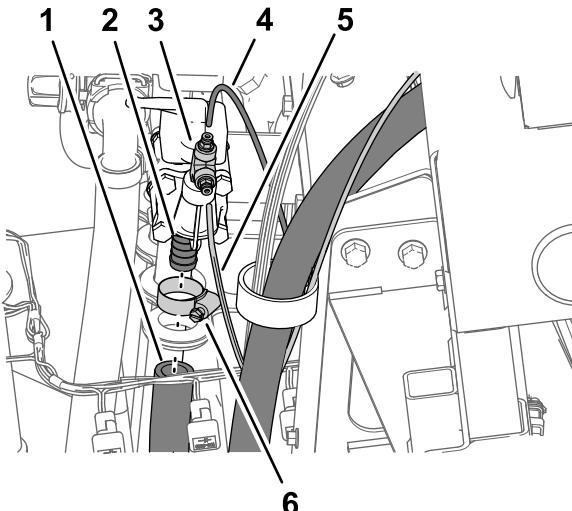

Figura 21
- En el extremo derecho de la válvula de control de presión, retire la abrazadera que sujeta la manguera de entrada al acoplamiento dentado de la válvula de control y retire la manguera del conector (Figura 21).
- Presione el anillo de bloqueo del acoplamiento del tubo y retire el tubo del sensor de presión del manómetro en el salpicadero de la máquina (Figura 21).
- Presione el anillo de bloqueo del acoplamiento del tubo y retire el tubo del sensor de presión del manómetro del carrete de manguera (Figura 21).
- Retire el acoplamiento en T y los acoplamientos de tubos del codo de 90° en el extremo de la válvula de control de presión (Figura 21).